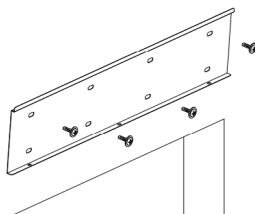

Imagen 2: Fije el chasis
2. Utilice tornillos y tuercas M8 para fijar el soporte del chasis en la pared de instalación seleccionada (si está instalado en una pared de madera, puede utilizar tornillos para madera para fijarlo) (Imagen 2).